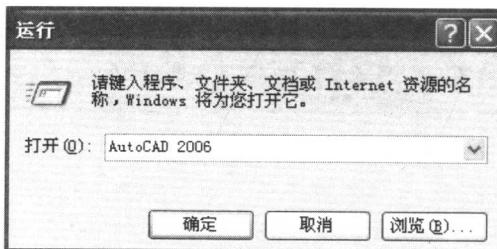

图 1.2 “运行”对话框
- (3) 使用“运行”对话框启动 从 Windows 的“开始”菜单中选择“运行”，在“运行”对话框中输入“AutoCAD 2006”(见图 1.2)。